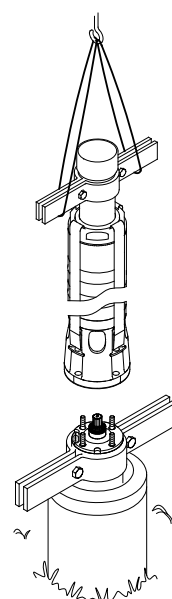

Рис. 15 Подъём и установка насоса
3. Поднимите насосную часть с помощью трубных хомутов, установленных на 50-ти сантиметровой патрубке. См. рис. 15.